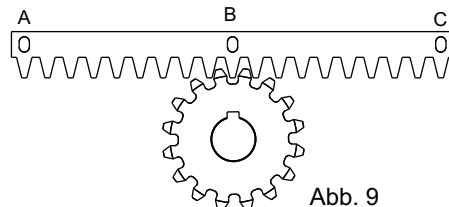

Abb. 9
6.3. Das Zahnstangenelement auf das Zahnrad des Antriebs lehnen, sodass es parallel zur Bodenschiene des Tores liegt, wie in Abb. 9 positionieren und den mittleren Stift an die Torstruktur festschweißen (Abb 10).